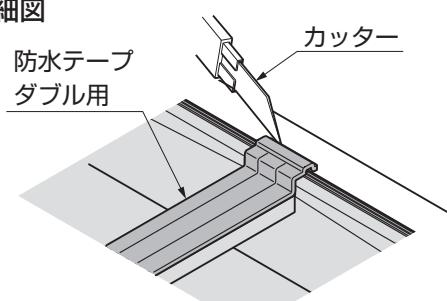

図9-15 A部詳細図
- 余分な部分をカッターなどで取り除いてください。(図9-15参照)